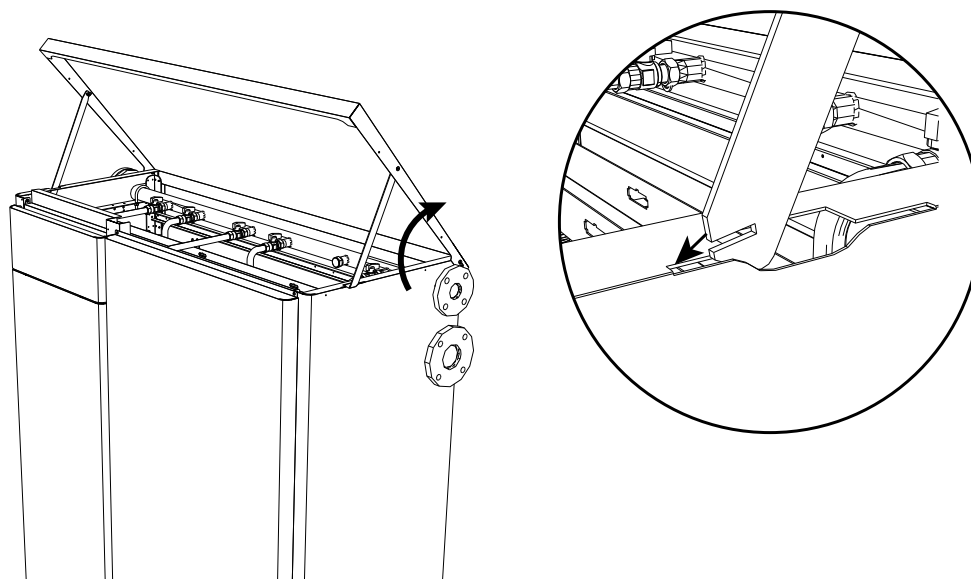

рис. 87
3. Захватите кронштейн (см. рис. 87).